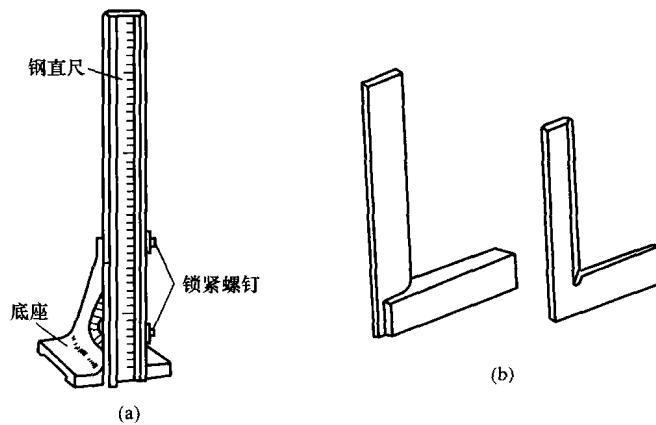

图 1-18 高度尺和 90°角尺
(5) 90°角尺和高度尺。如图 1-18 所示，高度尺和 90°角尺用来检测工件的高度、直角度。例如攻螺纹时，要求丝锥与工件表面垂直，可用 90°角尺检查。